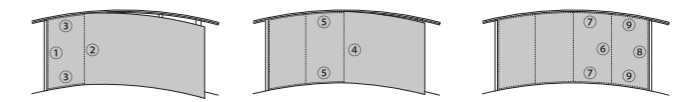

図7. 貼り進める順番
- 図7の様に(①～⑨の順に)曲面に沿うように、しっかりと両面テープを加圧しながら、順番に固定していきます。